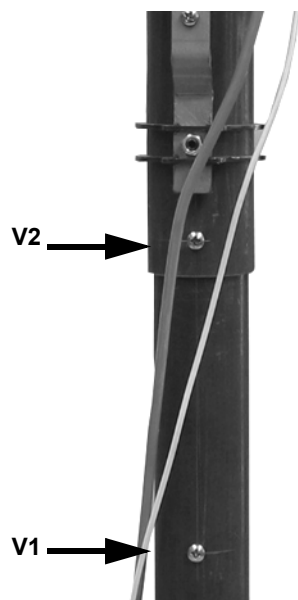

Рис. 14
- 1 Снять винты **V1** и **V2**, указанные на Рис. 14